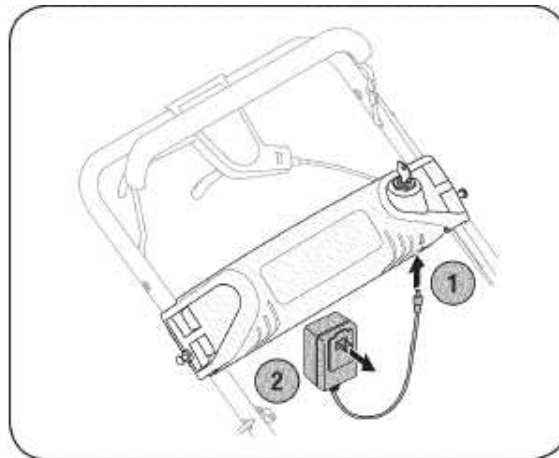

РИС. 21
1. Вставьте зарядное устройство в порт на нижней стороне корпуса батарейного отсека (см. Рис. 21).